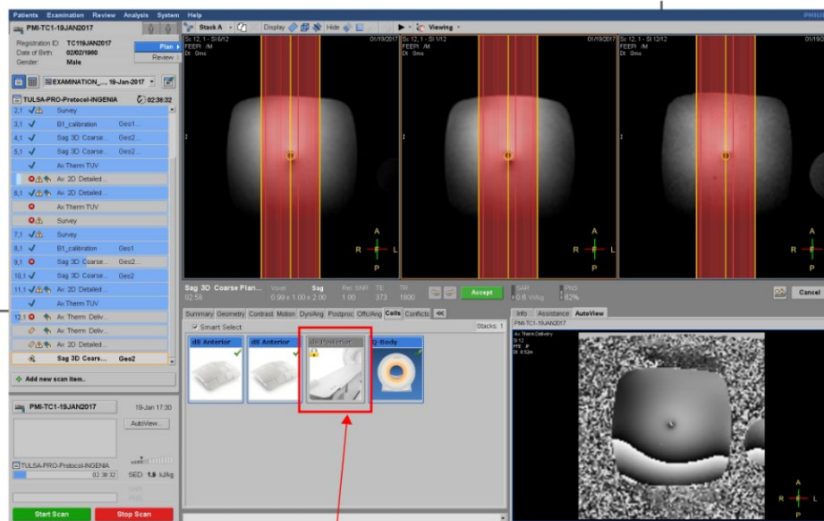

Figure 42 : Antenne postérieure débloquée
- Afin de confirmer que l'antenne postérieure est débloquée, ouvrir une séquence et accéder à l'onglet « Coils » (Antennes). L'antenne dS Posterior doit être grisée et afficher un petit cadenas (Figure 42).